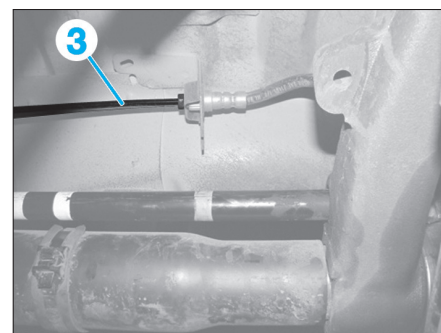

Fig. 76
- Désaccoupler le raccord (3) (de chaque côté) (Fig.76).